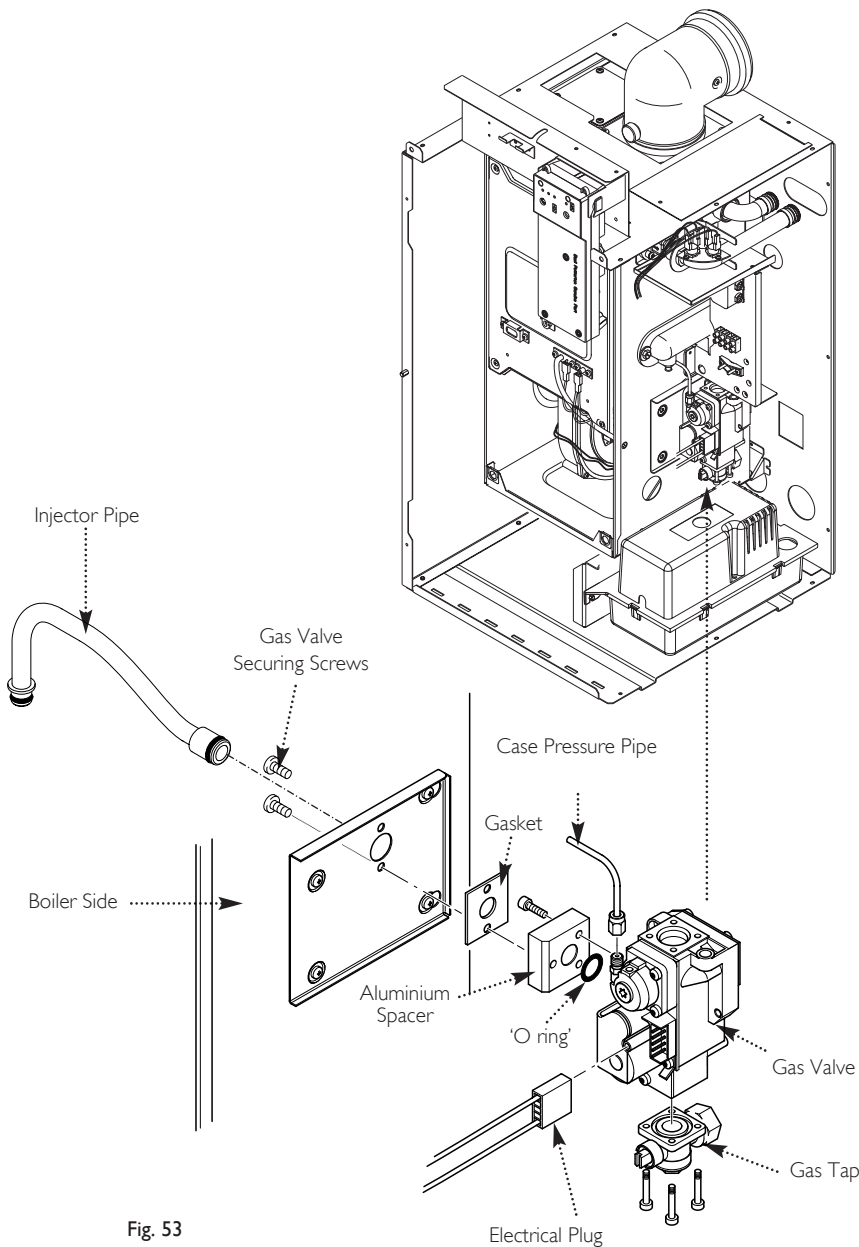

Fig. 53
15.9 Injector Pipe (Fig. 53)
15.10 Gas Valve (Fig. 53)